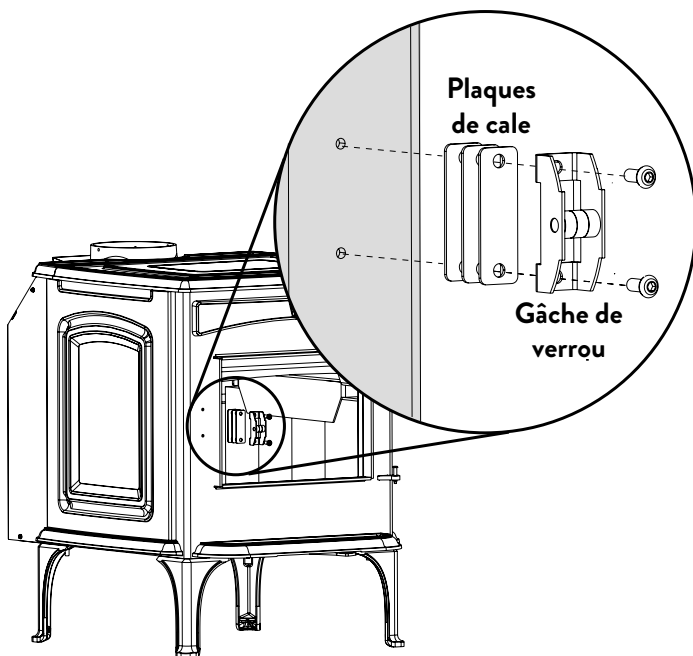

Figure 18. Réglage du verrou.
1. Retirez les deux vis à pans creux et la gâche de verrou du poêle. Voir la figure 18.